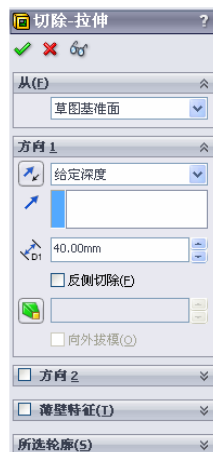
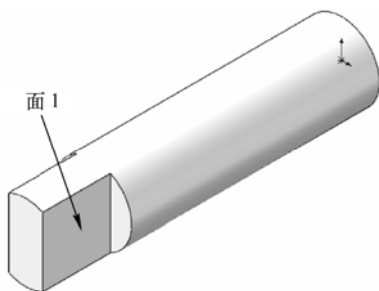
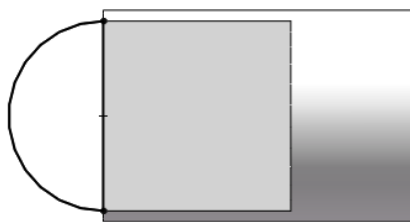
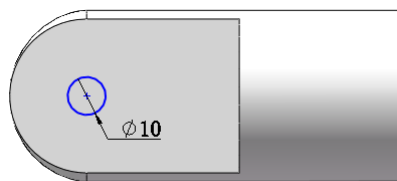

图 13-41 “切除-拉伸”属性管理器
图 13-42 切除后的图形
图 13-43 绘制草图
图 13-46 绘制草图
(7) 切除拉伸实体。选择菜单栏中的“插入”→“切除”→“拉伸”命令，或者单击“特征”工具栏中的（切除拉伸）按钮，此时系统弹出如图 13-41 所示的“切除-拉伸”属性管理器。设置终止条件为“给定深度”，输入拉伸切除距离为“40 mm”，然后单击属性管理器中的（确定）按钮，结果如图 13-42 所示。
(8) 绘制草图。在视图中选择如图 13-42 所示的面 1 作为绘制图形的基准面。单击“草图”工具栏中的（圆心/起/终点画弧）按钮和（直线）按钮，绘制如图 13-43 所示的草图。单击“退出草图”按钮退出草图。
(11) 绘制草图。在视图中选择如图 13-42 所示的面 1 作为绘制图形的基准面。单击“草图”工具栏中的（圆）按钮，绘制如图 13-46 所示的草图。